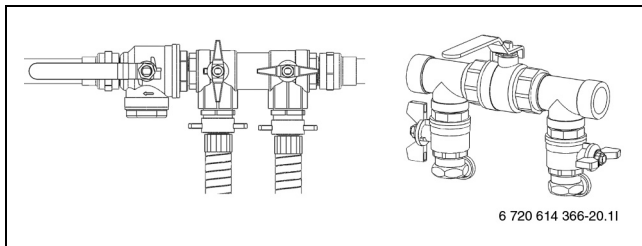

Bild 27 Befüllereinrichtungen in Druckerhöhungsposition
- Nach erfolgter Entlüftung Kreis unter Druck setzen. Ventile der Befüllereinrichtung auf Druckerhöhungsposition stellen und Kreis mit 2,5 bis 3 bar unter Druck setzen (→ Bild 27).